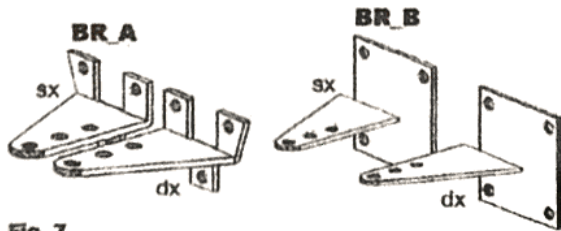

Fig. 7
- In tabel puteti vedea indicatiile necesare stabilirii celei mai potrivite utilizari conform suport BR\_A sau, alternativ, suport BR\_B (Fig. 7)